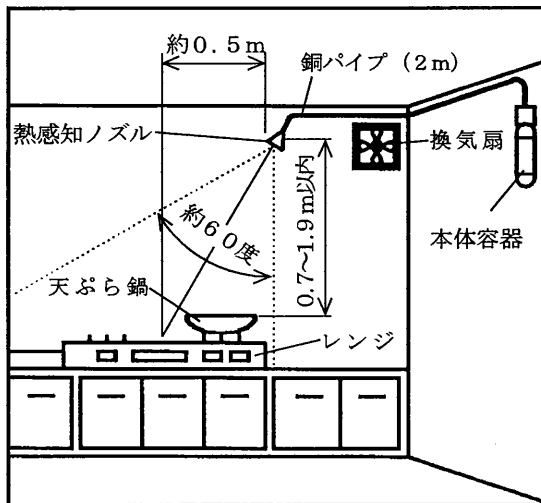
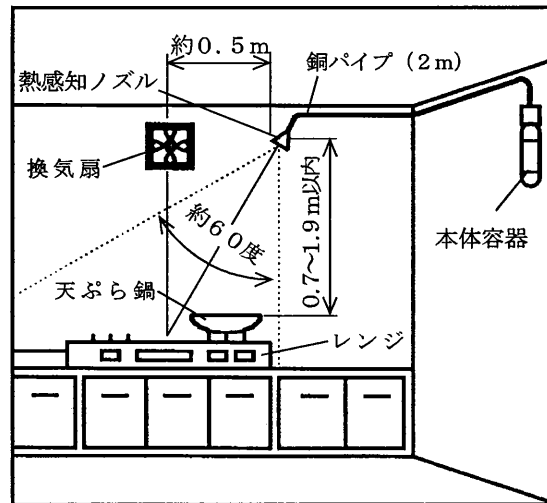

図1
図2
(図1及び図2参照)
- ◆ 消火薬剤は、ノズルから約60度の円錐状パターンで噴霧状に放射されます。(図1及び図2参照) 熱感知ノズルは、レンジ中心に向け、確実に取り付けてください。
- 銅パイプの長さは2mです。本体容器は、熱感知ノズルから2m以内のしっかりした壁または柱に取付位置を決めてください。(図1及び図2参照)